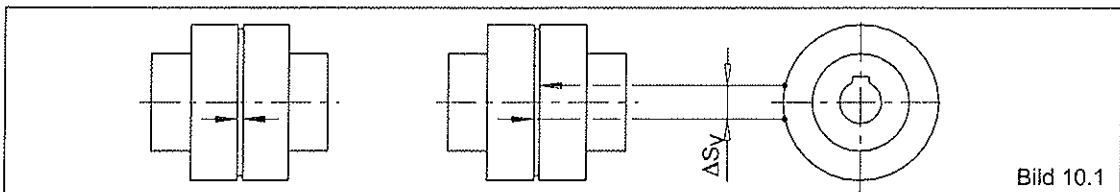

Bild 10.1
Soweit für den Betrieb der Kupplung ein erhöhtes Kupplungsspiel nicht von Nachteil ist, können die elastischen Pakete (12) bis zum Erreichen einer definierten Verschleißgrenze im Einsatz verbleiben, bevor sie auszuwechseln sind. Zur Beurteilung des Verschleißes wird in Tabelle 10.1a bzw. Tabelle 10.1b das erlaubte Verdrehspiel ausgewiesen, das auf das Sehnenmaß ΔS_V am äußeren Kupplungsdurchmesser umgerechnet ist. Um das Maß ΔS_V zu ermitteln, wird ein Kupplungsteil ohne Drehmoment bis zum Anschlag gedreht und eine Markierung auf ein Kupplungsteil aufgebracht (siehe Bild 10.1). Durch Drehen des Kupplungsteils in die entgegengesetzte Drehrichtung bis zum Anschlag, wandern die Markierungen auseinander. Der Abstand zwischen den Markierungen ergibt das Sehnenmaß ΔS_V . Überschreitet das Maß ΔS_V den in Tabelle 10.1a bzw. Tabelle 10.1b angegebenen Wert, ist ein Austausch der Pakete (12) vorzunehmen.